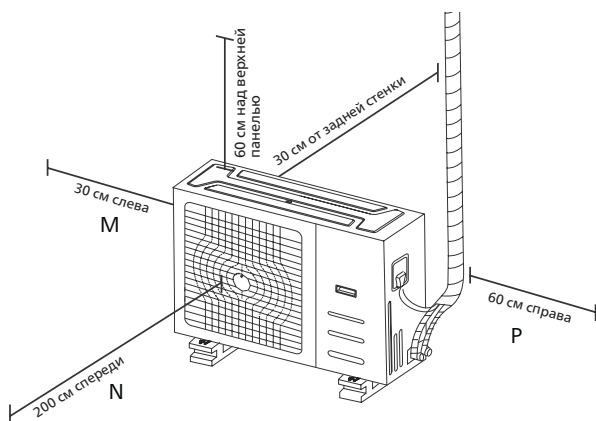

Рис. 5.10
**ПРИМЕЧАНИЕ.** Минимальное расстояние между наружным блоком и стенами, указанное в инструкции по монтажу, не распространяется на герметичные помещения. Как минимум с трех сторон (М, N, P) корпус наружного блока ничто не должно загромождать (рис. 5.10).